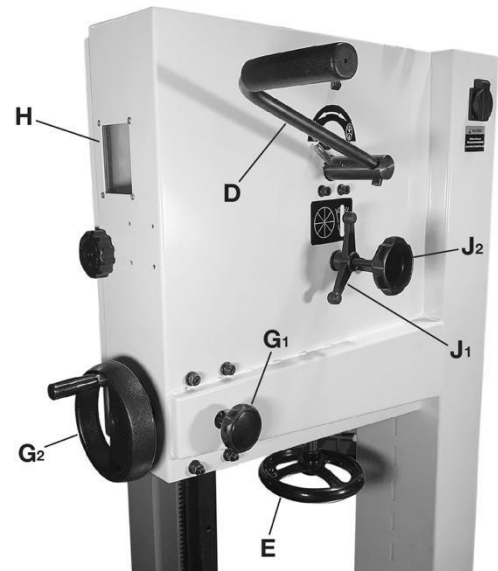

Рис.13
Смотрите рис.13 и 14.
1, Переверните рычаг натяжения (D, рис.13) в положение натяжения.
2, Установите необходимое натяжение пильного полотна, вращая маховик (E, рис.13) по часовой
см. рис. 13, 14 и 15.
7. Если лезвие имеет тенденцию смещаться к левому или правому краю колеса, ослабьте фиксирующую рукоятку (J1, рис.13) против часовой стрелки и поверните направляющую ручку (J2) правой рукой, продолжая вращать колесо левой.
9. Подключите пилу к источнику питания и включите ее, чтобы наблюдать за работой полотна через окно отслеживания (H). При необходимости выполните дополнительные регулировки.
3. Опустите натяжной рычаг (D, рис.13) в положение натяжения.
4.Опустите рычаг натяжения (D, рис.13) в положение натяжения.